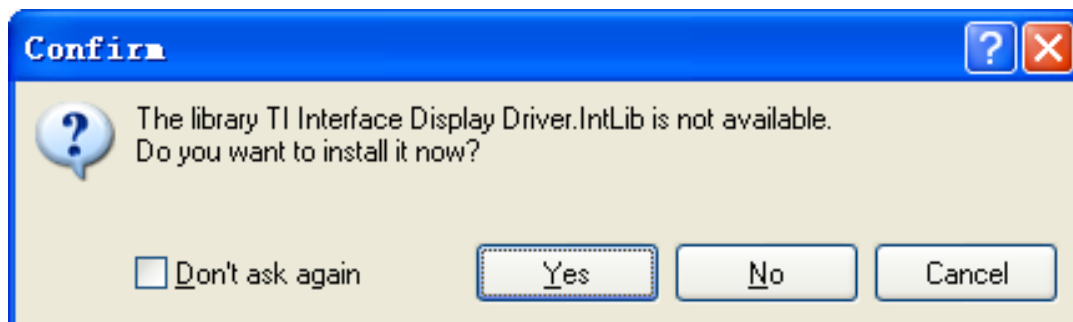

图7-6 确认是否安装库文件
- (6) 鼠标左击“Place SN74LS49D”按钮，弹出Confirm对话框如图7-6，确认是否安装元件SN74LS49D所在的库文件“TI Interface Display Driver.IntLib”，按Yes按钮，即安装该库文件。
- (7) 用以上方法查找“MAX1487E”元件。